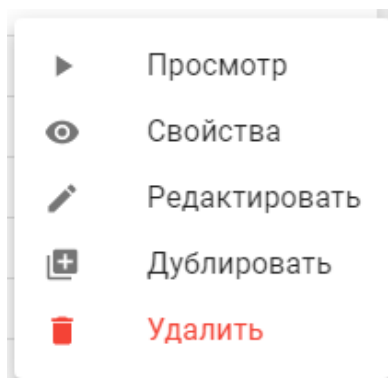

Рисунок 20 — меню действий с объектом
- 3 Вызвать меню действий с объектом (с помощью кнопки ) и выбрать действие «Удалить» (рисунок 20):